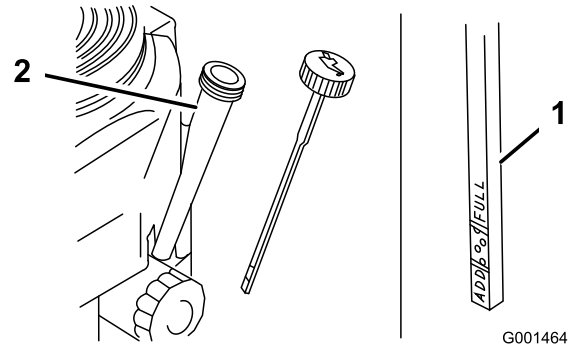

Figure 31
4. Nettoyez la surface autour de la jauge d'huile (Figure 31) pour éviter que des impuretés ne s'introduisent dans le goulot de remplissage, ce qui risquerait d'endommager le moteur.
5. Retirez la jauge d'huile et essuyez soigneusement son extrémité (Figure 31).
6. Remettez la jauge au fond du tube de remplissage, mais sans la visser (Figure 31).
9. Versez avec précaution environ 80% de la quantité d'huile spécifiée dans le goulot de remplissage (Figure 31)